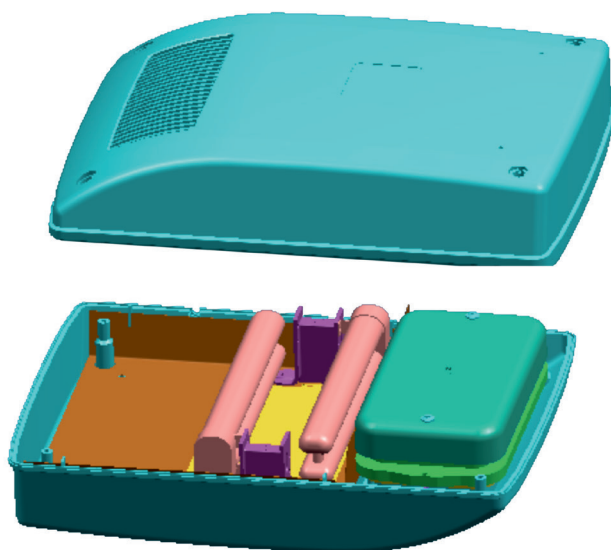

Рис.7
- выполнить действия п.7.3 (разъединение панелей передней и задней рециркулятора) (рис.7);
- вынуть неисправный вентилятор из панели (рис.7а);
Рис.7а